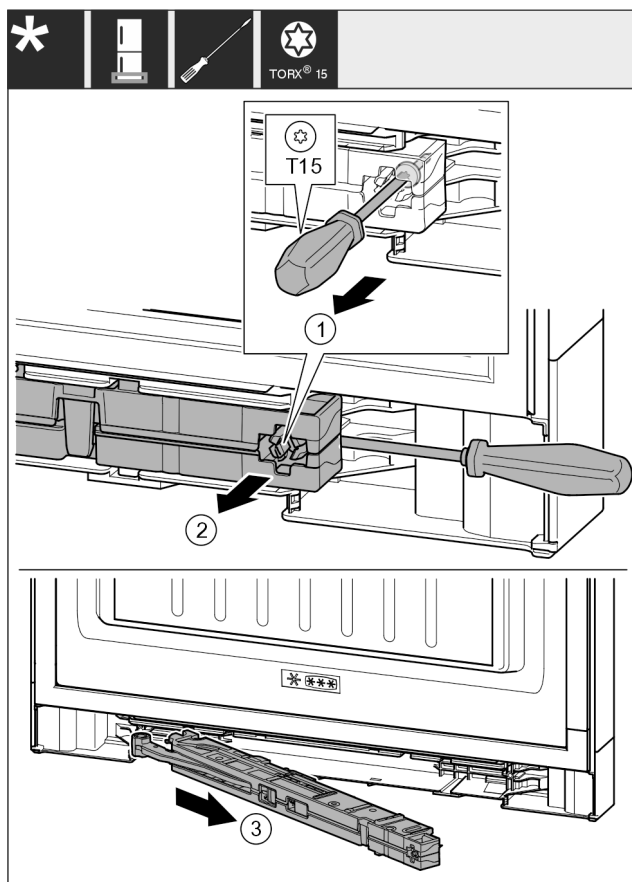

Fig. 18
- 用 T15 螺丝刀将关门阻尼单元上的螺钉松开约 14 mm。Fig. 18 (1)
- 将螺丝刀移向把手侧关门阻尼单元的背面。向前旋转单元。Fig. 18 (2)
- 拉出单元。Fig. 18 (3)